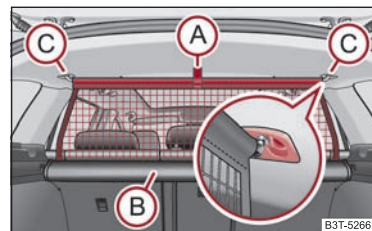

Fig. 93 Quitar la red de separación
- Tire de la red de separación por la lengüeta (A) ⇒ fig. 93 y sáquela de la caja (B) en dirección de las fijaciones (C).
- Monte la barra transversal en uno de los alojamientos (C) y presione la barra transversal hacia delante.
- Sujete de igual modo la barra transversal en el otro lado del vehículo, alojamiento (C).
- Tire de la barra transversal un poco hacia atrás, primero en un lado y seguidamente en el otro lado, y saque la barra transversal de los alojamientos (C) ⇒ fig. 93. ►
- Mantenga la barra transversal de tal modo, que la red divisoria pueda enrollarse lentamente y sin daños en la caja (B).